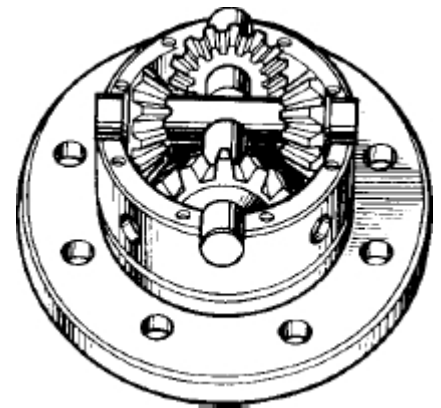

Abb. 7 Einbau des geteilten Kreuzstücks mit Planetenrädern in das linke Planetengetriebe
5. Setzen Sie das geteilte Kreuzgelenk (Abb. 7) mit den Planetenrädern in das linke Planetengetriebe ein.